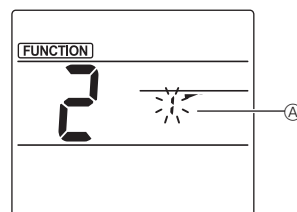

Fig. 2
- ② Luftklappennummer auswählen (Fig. 2)